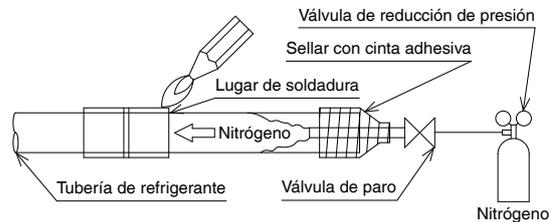

Fig. 17
- Antes de soldar con cobre tubería de refrigerante, se debe hacer fluir nitrógeno en la tubería de refrigerante y sustituir el nitrógeno con aire (NOTA 1) (**Consulte la Fig. 17**). Enseguida, lleve a cabo la soldadura con cobre (NOTA 2). Después de toda la soldadura con cobre, lleve a cabo la conexión acampanada con la unidad interior. (**Consulte la Fig. 16**)